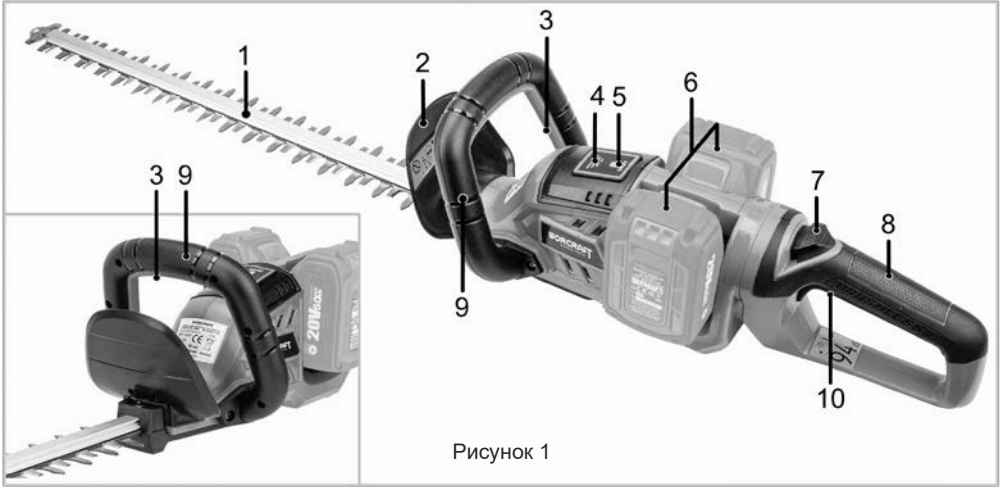

Рисунок 1
- Активуйте електричну систему пристрою натисканням кнопки (5, рисунок 1). При активації індикатори (4, рисунок 1) почнуть показувати рівень заряду батарей (дивіться рисунок 3).
- Налаштуйте заднє руків'я для відповідного типу роботи. Для зміни положення руків'я відносно корпусу двигуна натисніть на кнопку блокування положення заднього руків'я (7, рисунок 1) на вибраний кут по шкалі і відпустіть кнопку блокування. Перевірте фіксацію руків'я в обраному положенні (дивіться рисунок 4).
- Для запуску двигуна кущоріза притисніть важіль розблокування системи запуску (3, рисунок 1) до переднього руків'я (9, рисунок 1) з наступним натисканням пускової клавіші (10, рисунок 1). Дивіться рисунок 5.
- Після закінчення роботи деактивуйте електричну систему пристрою натисканням кнопки (5, рисунок 1), витягніть акумуляторні батареї та виконайте очищення пристрою.